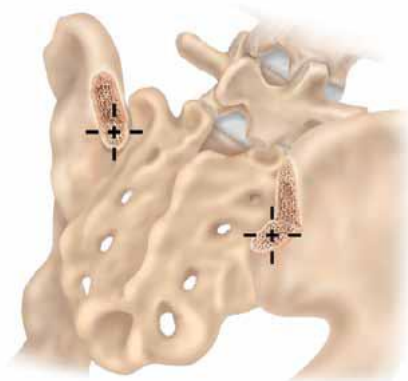

Figura 2.
- Opción 2: Se realizan incisiones fasciales separadas sobre cada cresta ilíaca en el periostio de la tabla externa del íleon. Luego se inserta un retractor de Taylor para permitir la visualización de la muesca ciática y la cresta de hueso que corre justo encima de ella. Luego, la apófisis ilíaca se reduce hasta que quede al mismo nivel que la superficie sacra. Al recortar la cresta ilíaca para nivelarla con el sacro, se hace evidente el trayecto más ancho de la cavidad medular, por lo general justo en la proximidad de su parte más posterior. Este es el lugar ideal para la inserción del tornillo ilíaco. (Figura 2)